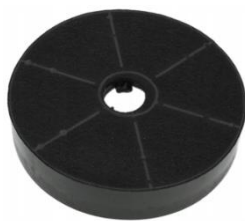

Рис. 6
2) Рециркуляции (рис. 5b) – внутренняя циркуляция воздуха через угольные фильтры (рис. 6). Вытяжка в данном случае не подключается к вентиляционной шахте
В этом режиме на вытяжку должны быть установлены угольные запахоулавливающие фильтры (рис. 6). Эти фильтры не входят в комплект вытяжки и приобретаются отдельно. Угольные фильтры следует менять не реже, чем раз в 3 месяца (в зависимости от интенсивности приготовления пищи). Использование вытяжки в режиме рециркуляции снижает ее производительность.